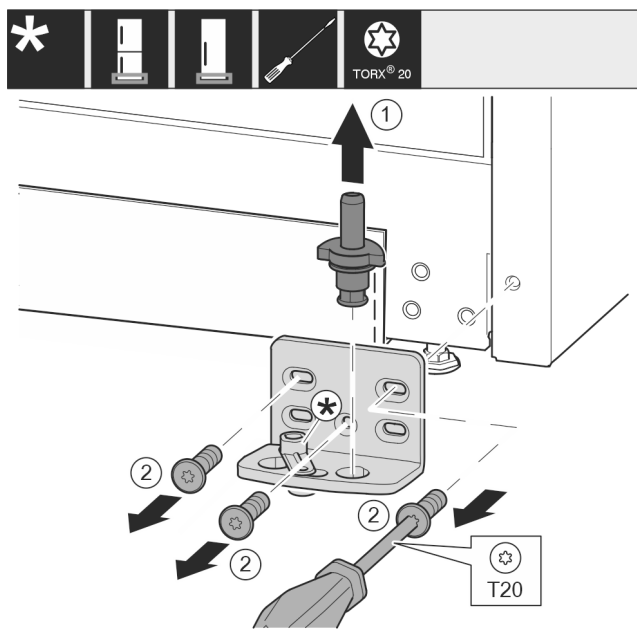

Fig. 17 *
- Ložiskový čep Fig. 17 (1) celý vytáhněte nahoru.*
- Šroubovákem vyšroubujte šrouby Fig. 17 (2) a sejměte stojan ložiska.*